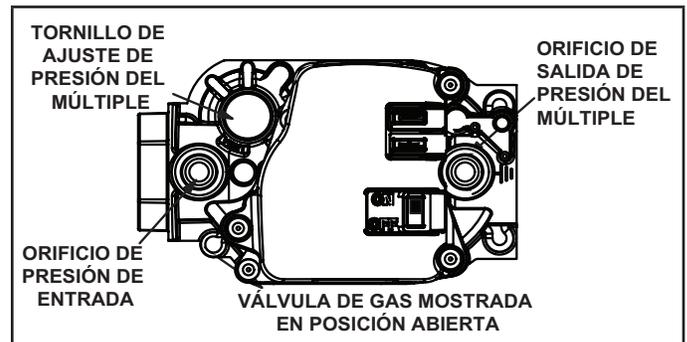

FIGURA 66
#### Operación de la válvula de gas (FIGURA 66)
- 6 - Mueva el interruptor en la válvula de gas a la posición APAGADO. Ver FIGURA 66.
- 8 - Mueva el interruptor en la válvula de gas a la posición ENCENDIDO. Ver FIGURA 66
Cuando evalúe la presión del gas de suministro, use una derivación tapada de 1/8 pulg. N.P.T. o el poste de presión situado en la válvula de gas para facilitar la conexión del indicador de prueba. Ver FIGURA 66. Verifique la presión de la línea de gas con la unidad encendida a la tasa máxima. La baja presión puede producir una operación errática o encendido insuficiente. La alta presión puede producir daño permanente a la unidad o encendido excesivo.